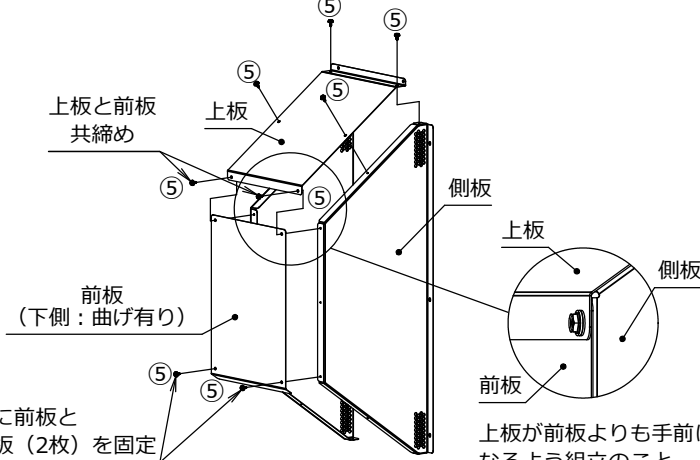

図2
②-1.吸込口側側面の組立 (図2)
- (1) 前板と側板(2枚)を下側2ヵ所だけ⑤ワッシャー付六角タッピンねじで固定します。
(2) 上板を(1)に⑤ワッシャー付六角タッピンねじ(6本)で固定します。